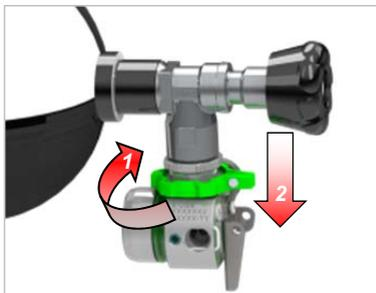

Рис. 24 Снятие баллона с *alphaCLICK 2*
- (3) Закройте вентили баллонов и с помощью управляемого дыханием клапана легочного автомата стравите воздух из пневматической системы дыхательного аппарата.
- (4) Для баллонов со сжатым воздухом с адаптером *alphaCLICK 2* поверните маховичок со стороны штуцера (стрелка 1) сначала по часовой стрелке (→ Рис. 24), а затем, когда он провернется до упора, прижмите его вниз к редуктору давления (стрелка 2).